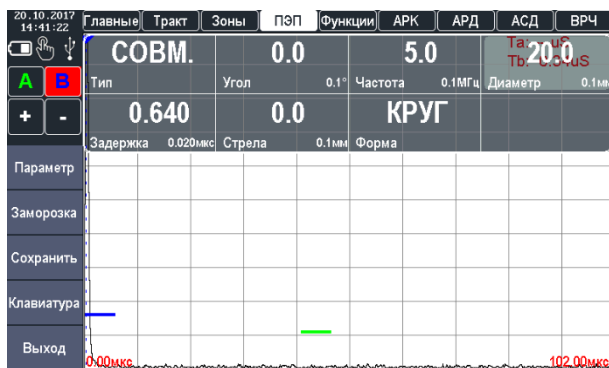
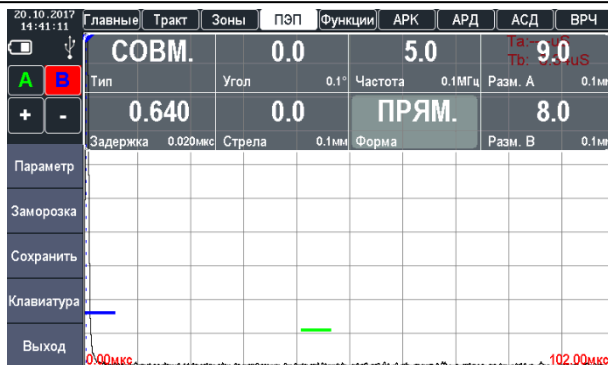

Рисунок 2.12 – Установка диаметра пьезопластины
Рисунок 2.13 – Установка размеров прямоугольной пьезопластины
5. Форма пьезопластины «ФОРМА», может быть прямоугольной («ПРЯМ.») или круглой («КРУГ»). В зависимости от выбранной формы можно задать либо диаметр пьезопластины (рис. 2.12), либо размеры сторон (рис. 2.13). Эти параметры необходимы для построения АРД диаграм (см. п. 2.4.10).